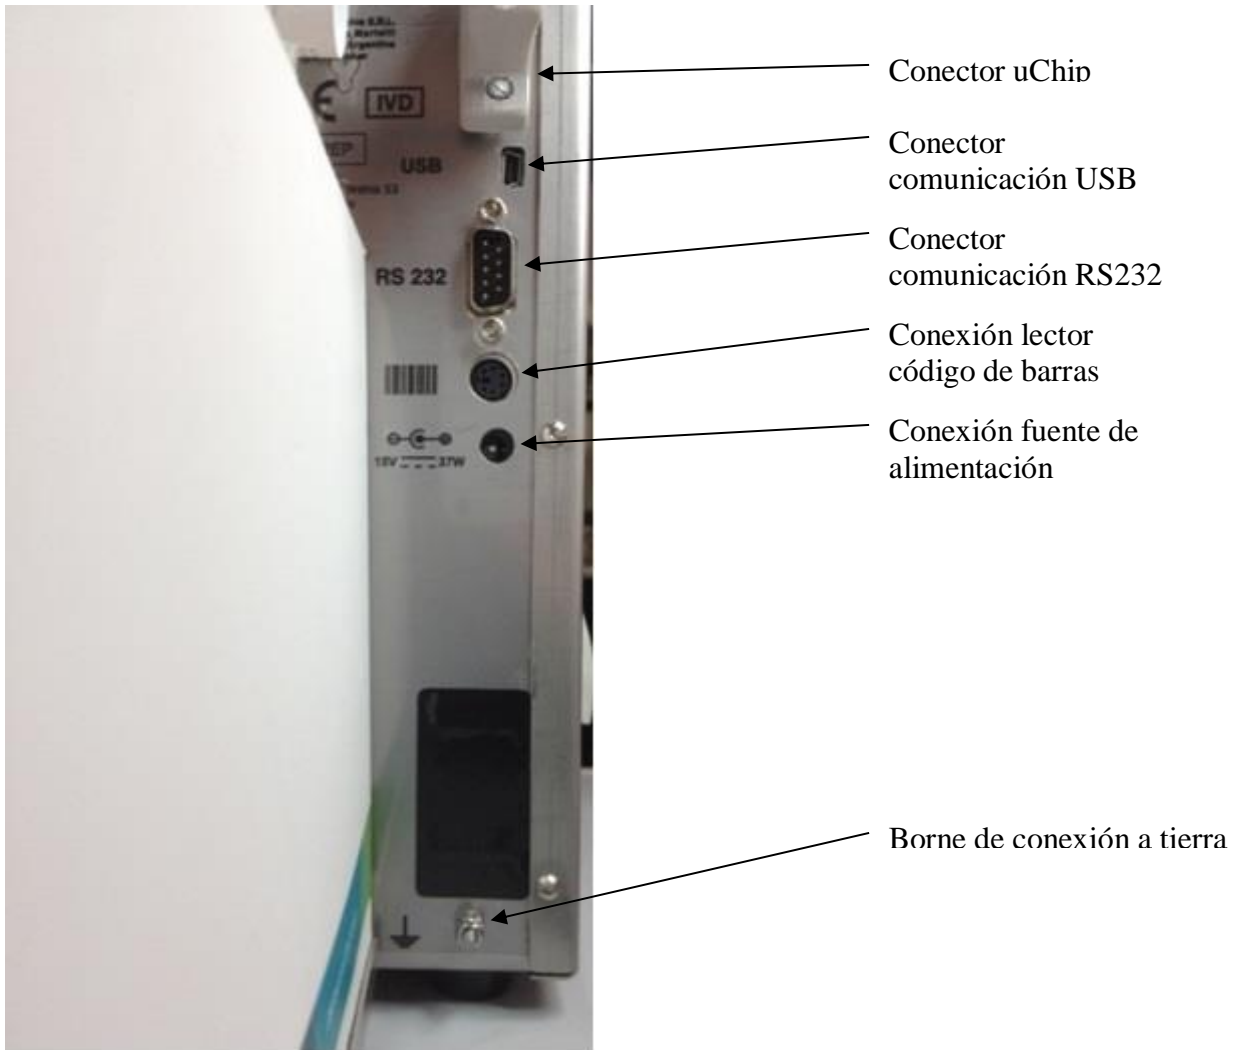

Fig. 1 Conexión de la tierra y la fuente de alimentación
- Conectar el cable de tierra al borne de conexión de tierra del analizador  y luego a una conexión de tierra debidamente verificada por personal calificado **(Fig. 1)**
- Conectar el plug de la fuente de alimentación al receptáculo del analizador. **(Fig. 1)**